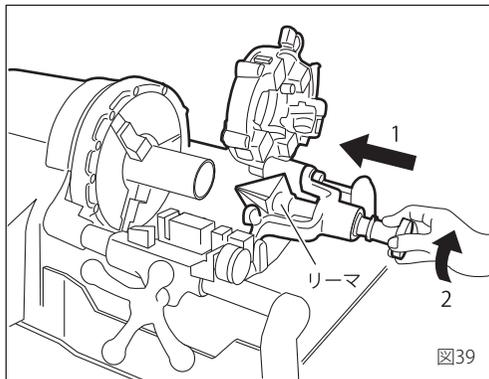

図39
## 11. 面取り (図39、40)
- ①使用しないダイヘッドとカッタをおこしてください。
- ②リーマをたおして、往復台にセットしてからリーマ握りを押してリーマを突きだします。
- ③握りを反時計方向に回してホルダーにセットします。(図39)